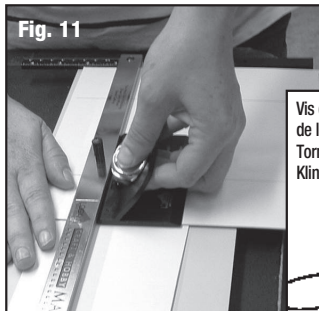

Fig. 11
3. Tenez appuyée la barre de guidage avec votre main droite. Placez le pouce de la main gauche sur l'emplacement pour le pouce du support de lame. (Fig. 11)
3. Mantenga abajo la barra de guía con su mano derecha. Coloque el pulgar de la mano izquierda sobre la hendidura para el pulgar en el sujetador de la cuchilla. (Fig. 11)
3. Halten Sie die Führungsleiste mit Ihrer rechten Hand fest. Legen Sie den Daumen der linken Hand in die Daumenkerbe des Klingenhalters. (Abb. 11)